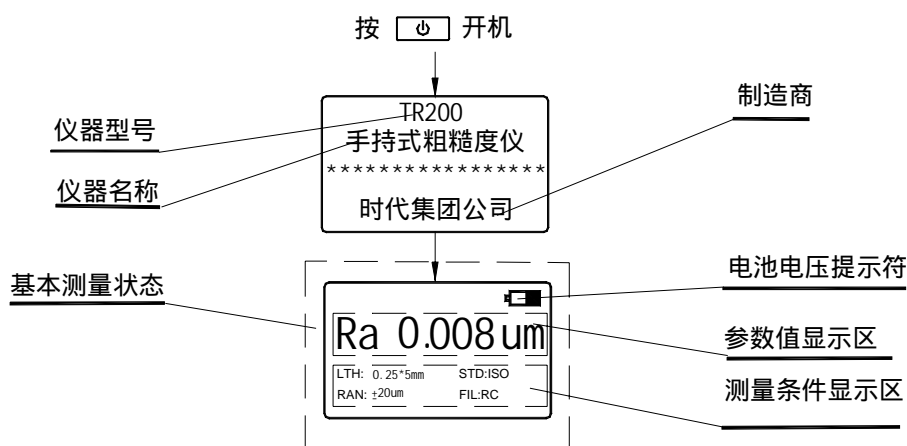

图 2-4 开机过程
按下电源键  松开后仪器开机，自动显示型号、名称及制造商信息，然后进入基本测量状态，如图 2-4 所示。
- 1、第一次开机进入的基本测量状态中所显示的内容为本仪器的缺省设置，下次开机时将显示上次关机时所设置的内容，每次开机后均自动进入基本测量状态（如图 2-4 所示）。